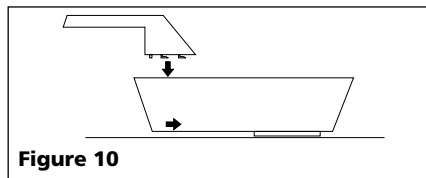

Figure 10
- Pour fixer le manche, placer le masque à main sur une surface nivelée et appuyer sur le manche jusqu'à ce qu'il soit en place (Voir Figure 10).